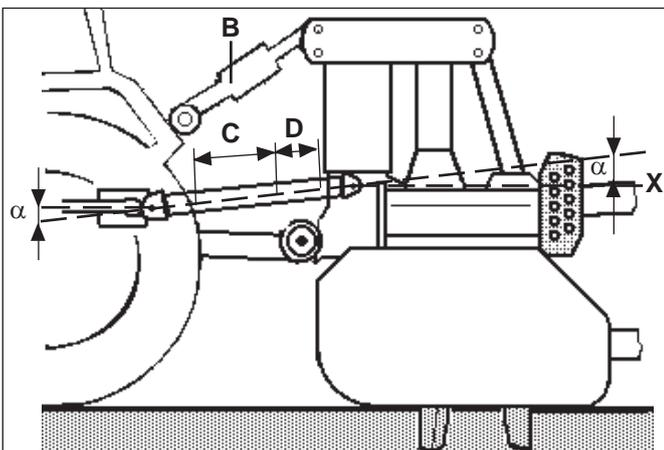
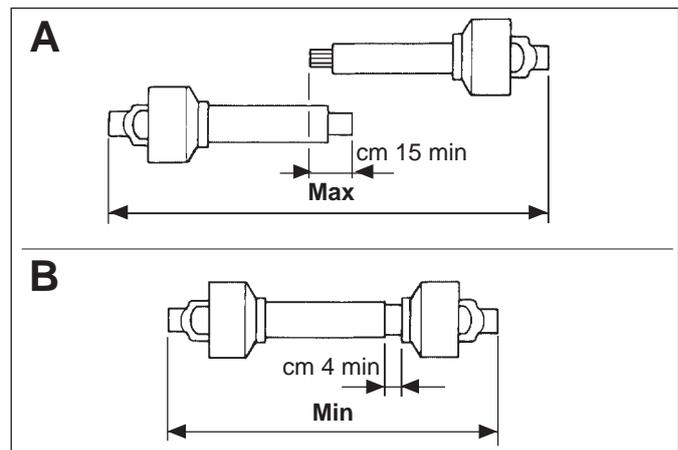

Fig. 22
Fig. 23
- Per ottenere questa posizione occorre aumentare o diminuire la lunghezza della barra superiore dell'attacco (B Fig. 22) in modo da portare l'asse (X Fig. 22) della ghiera scanalata della scatola parallela al suolo.
- Pour obtenir cette position il faut augmenter ou diminuer la longueur de la barre supérieure de l'attelage (B Fig. 22) de manière à placer l'axe (X Fig. 22) de la bague cannelée de la boîte parallèle au sol.
- Um diese Position zu erhalten, muss man die Länge des oberen Lenkers der Anbaukupplung (B Abb. 22) so erhöhen oder verringern, dass die Achse (X Abb. 22) der Keilmutter des Gehäuses parallel zum Boden steht.
- To obtain this position, lengthen or shorten the top link of the hitch (B Fig. 22) until the axis of the splined ring nut (X Fig. 22) is parallel to the ground.
- Para lograr esta posición es necesario aumentar o disminuir la longitud de la barra superior del enganche (B Fig. 22) en modo tal de llevar el eje (X Fig. 22) del anillo ranurado de la caja paralelo al terreno.
- I due angoli (α Fig. 22) formati dalle assi delle forcelle e l'asse dei tubi scorrevoli saranno uguali e non dovranno superare i 15°.
- La copertura (C Fig. 22) dei tubi scorrevoli deve essere di 15 cm minimo (A Fig. 23).
- I due tubi dell'albero di trasmissione a cardano non si devono ricoprire completamente, deve esserci una corsa di sicurezza (D Fig. 22, B Fig. 23) di 4 cm minimo.
- Gli angoli (α Fig. 22) dei cardani non devono superare i 15° (Fig. 22).
- *Les deux angles (α Fig. 22) formés par les axes des fourches et l'axe des tubes coulissants seront identiques et ne devront pas dépasser 15°.*
- *La couverture (C Fig. 22) des tubes coulissants doit être de 15 cm minimum (A Fig. 23).*
- *Les deux tubes de l'arbre de transmission à cardan ne doivent pas se recouvrir entièrement; il doit y avoir une course de sécurité (D Fig. 22, B Fig. 23) de 4 cm minimum.*
- *Les angles (α Fig. 22) des cardans ne doivent pas dépasser 15° (Fig. 22).*
- Die beiden Winkel (α Abb. 22), die durch die Achsen der Gabeln und die Achse der Gleitrohre gebildet werden, müssen gleich groß sein und dürfen nicht größer als 15° sein.
- Die Strecke (C Abb. 22), um die die beiden Gleitrohre sich überlappen, muss mindestens 15 cm lang sein (A Abb. 23).
- Die beiden Rohre der Gelenkwelle dürfen sich nicht ganz übereinander schieben, sondern es muss immer noch ein Sicherheitshub (D Abb. 22, B Abb. 23) von mindestens vorRmaXanden bleiben.
- Die Winkel (X Abb. 22) der Gelenkwellen dürfen den Wert von 15° nicht überschreiten (Abb. 22).
- The two angles (α Fig. 22) formed by the axis of the forks and the axis of the sliding tubes will be equal and must not exceed 15°.
- The sliding tubes must overlap (C Fig. 22) by at least 15 cm (A Fig. 23).
- The two driveline tubes must not completely overlap. There must be a safety travel (D Fig. 22, B Fig. 23) of at least 4 cm.
- The angles (α Fig. 22) of the drivelines must not exceed 15° (Fig. 22).